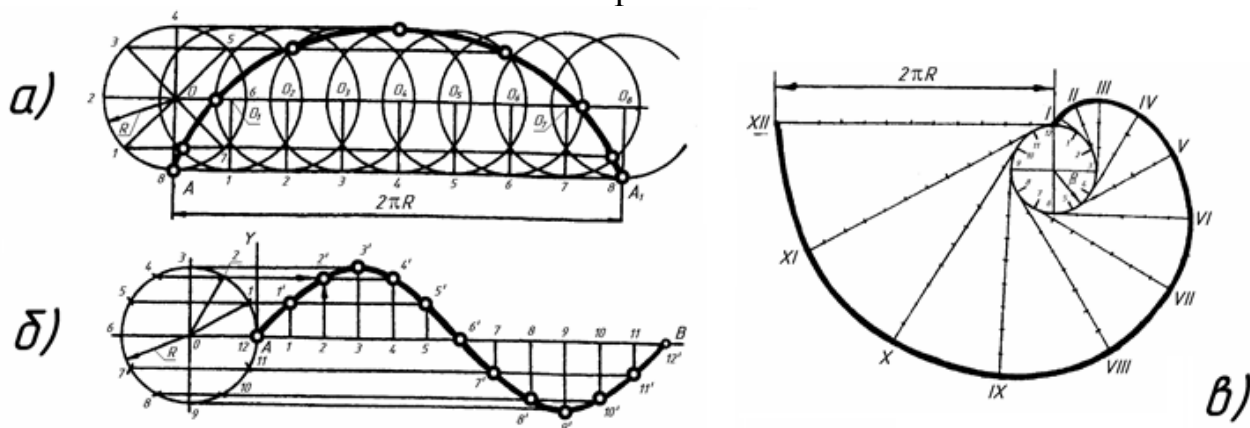

Рис. 22. Построение параболы
**Циклоида** (рис. 22, а). Траектория точки  $A$ , принадлежащей окружности радиуса  $R$ , перекатываемой без скольжения по прямой, называется циклоидой. Для ее построения от исходного положения точки  $A$  на направляющей прямой откладывают отрезок  $AA_1$ , равный длине данной окружности  $2\pi R$ . Окружность и отрезок  $AA_1$  делят на одинаковое число равных частей.
**Синусоида** (рис. 22, б). Для построения синусоиды делят окружность заданного радиуса  $R$  на равные части (6, 8, 12 и т. д.) и на продолжении осевой линии от условного начала точки  $A$  проводят отрезок прямой  $AB$ , равный  $2R$ . Затем прямую делят на такое же число равных частей, что и окружность (6, 8, 12 и т. д.). Из точек окружности 1, 2, 3, ... 12 проводят прямые линии параллельно выбранной прямой до пересечения с соответствующими перпендикулярами, восстановленными или опущенными из точек деления прямой.
**Эвольвента** (развертка круга). Эвольвентой (рис. 22, в) называется траектория, описываемая точкой прямой линии, перекатываемой по окружности без скольжения.